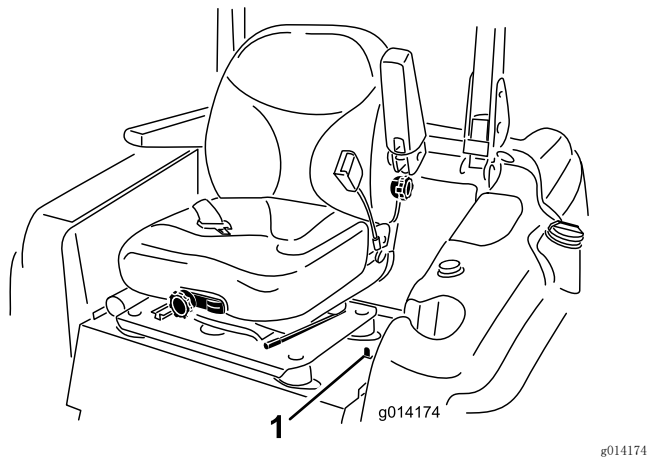

图16
1. 向后移动位于座椅左侧的座椅闩锁可打开座椅锁定，然后向前拉动座椅顶部（图16）。